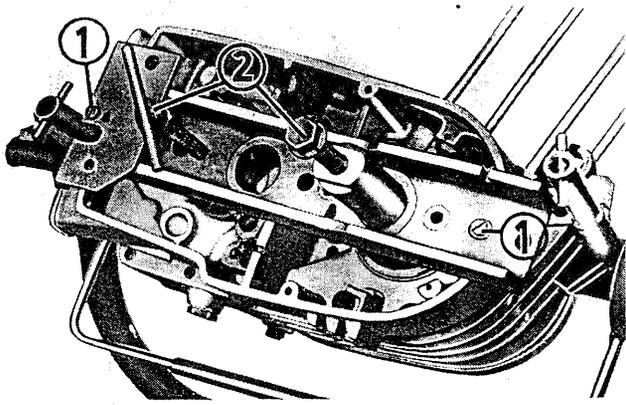

Fig. 223. Séparation du carter
Le pont de montage 22-50.430 est vissé avec deux vis M 6 (1) sur le demi-carter droit (voir fig. 223).